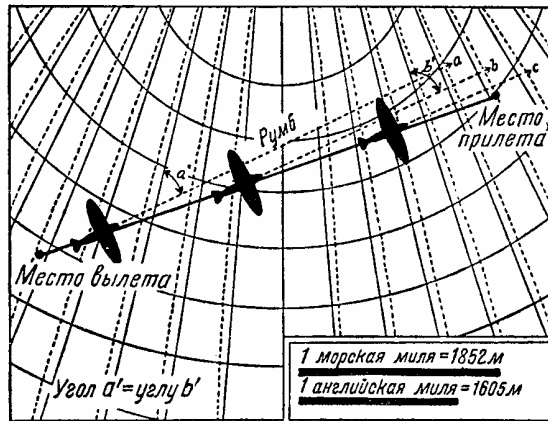

Рис. 185.
Рис. 182. Поликонический метод (конический) похож на предыдущий, но проектируемая площадь разворачивается на целом ряде конусов, имеющих своими основаниями различные параллели широты. Карта, изготовленная по такому методу, дает прямые линии, соединяющие две точки, почти в виде больших кругов (I). Так как меридианы на такой карте искривлены только слегка, что почти неощутимо для невооруженного глаза, мы можем принять их за прямые линии (II), а в таком случае можно измерить угол пути самолета. Но так как меридианы сходятся в одной точке (в вершине конуса), то, намереваясь идти по большому кругу, мы должны вносить поправки в курс полета при пересечении каждого меридиана. Другими словами, нос самолета не будет направлен на место назначения (рис. 185) почти до тех пор, пока самолет туда не долетит. Пример на рис. 185 еще больше показателен для карты, изготовленной в конической проекции Лямбера; она отличается от поликонической тем, что основания конусов, на которые проектируется земная поверхность, расположены чаще, что в результате дает меньшие искажения к оконечностям карты. Кроме того, меридианы Лямбера представлены прямыми линиями, а параллели — концентрическими кругами. Проекция Лямбера более точна. Так, карта США, изготовленная посредством поликонической проекции, имеет ошибки масштаба около 7% против 2% тождественной карты в проекции Лямбера.